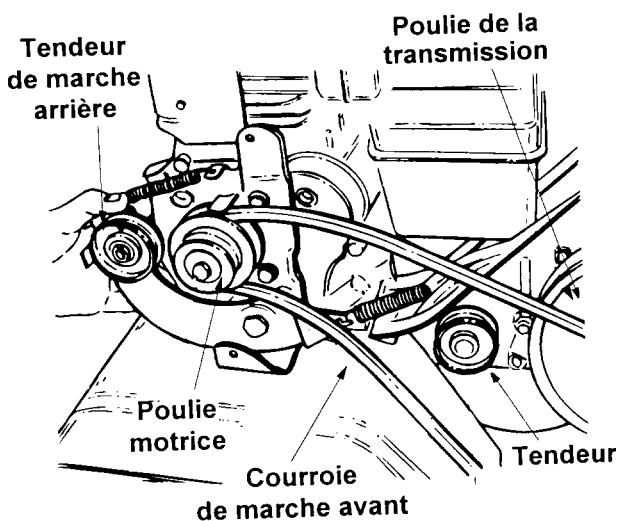

Figure 20 Modèle 390 Illustrée
3. Dégagez la courroie de la poulie transmission et la poulie motrice. Voir la Figure 20.
5. Poussez le support du tendeur de marche arrière vers l'avant et démontez la poulie motrice et la courroie. Voir la Figure 20.